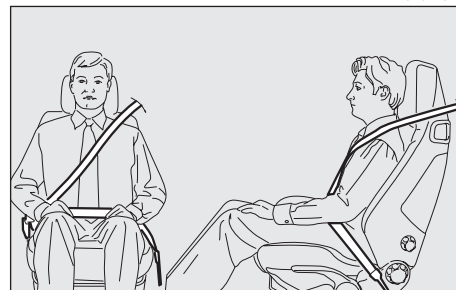

fig. 39
***Il nastro della cintura non deve essere attorcigliato. La parte superiore deve passare sulla spalla e attraversare diagonalmente il torace. La parte inferiore deve aderire al bacino (fig. 39) e non all'addome del passeggero. Non utilizzare dispositivi (mollette, fermi, ecc.) che tengono le cinture non aderenti al corpo degli occupanti.***